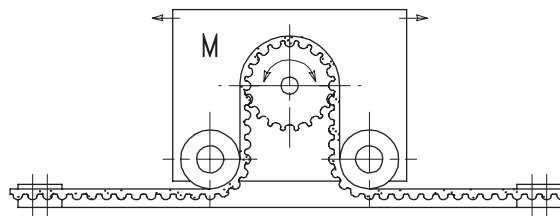

Fig. 2
- 1) Trasmissioni ad Omega (fig. 2).
- 1) Omega drives (fig. 2).
- 1) Omega-Antriebe (Bild 2).
- 1) Les transmissions à Omega (fig. 2).
- 1) Transmisiones en Omega (Fig. 2).